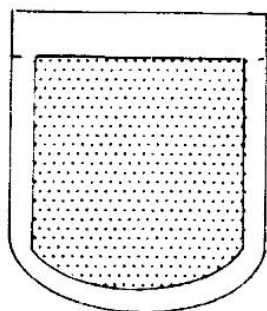

Рис. 298
2. Приклейте прокладку на карман с изнаночной стороны (рис. 298).